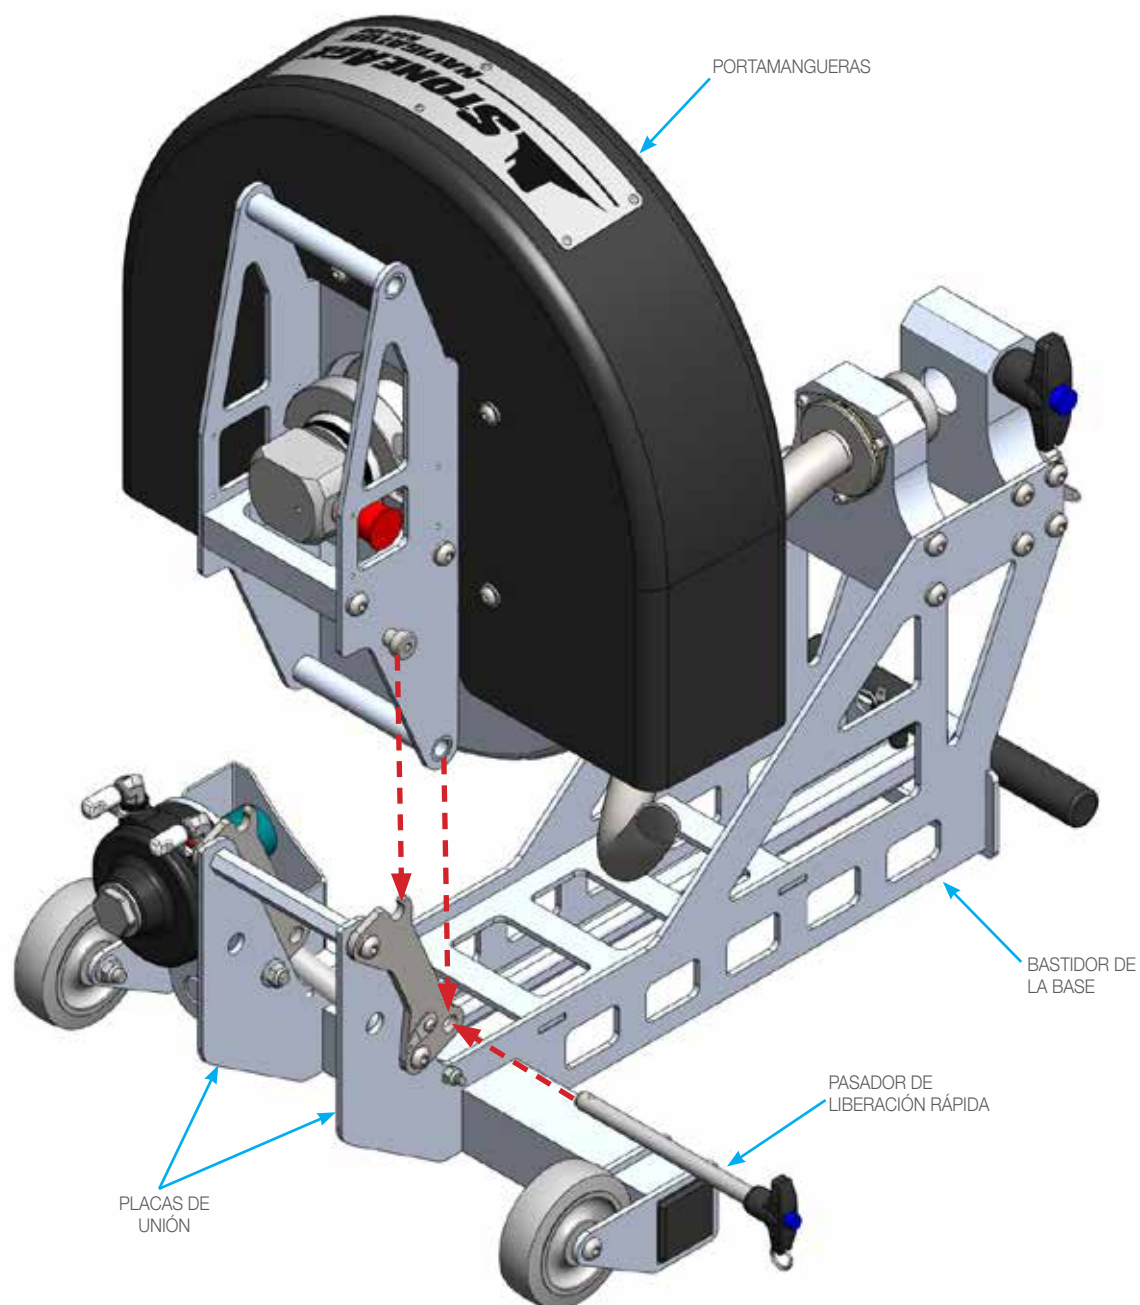

FIGURA 1
1. Retire el pasador de liberación rápida del bastidor de la base. Instale el portamangueras en el bastidor de la base colocando las cabezas de los tornillos de tope en las ranuras de las placas de unión y, luego, coloque el pasador de liberación rápida, haciéndolo coincidir con los orificios previstos en dichas placas. (Figura 1)
1. Conecte el conector hembra de la manguera al tubo de conexión de la manguera y enrolle la manguera en el sentido de la flecha que observará en el interior del portamangueras. (Figura 1)
1. Jale hacia afuera los anillos de liberación del acople de levas hacia la terminal macho del ABX-PRO PRODRIVE. Baje las levas del acople de levas para fijarlo en su posición. **(Figura 1)** Jale hacia afuera la embocadura para asegurarse de que esté bien anclada. Termine de pasar el resto de la manguera por la embocadura, dejando una longitud suficiente para pasarla por un anclaje de brida.
1. Acople el cuarto de placa a la brida de la tubería utilizando los elementos de sujeción que previamente haya retirado de la brida. Las tuercas que se muestran en la ilustración entre la brida de la tubería y el cuarto de placa sirven para vaciar la tubería. Se pueden usar otras opciones para crear esta separación. **(Figura 1)**
1. Acople el extremo de la correa a la barra de anclaje y enrolle la correa alrededor de la tubería en dirección al malacate. **(Figura 1)**